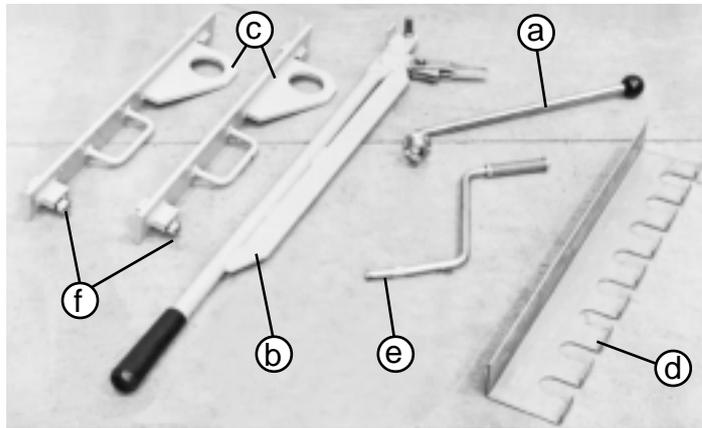
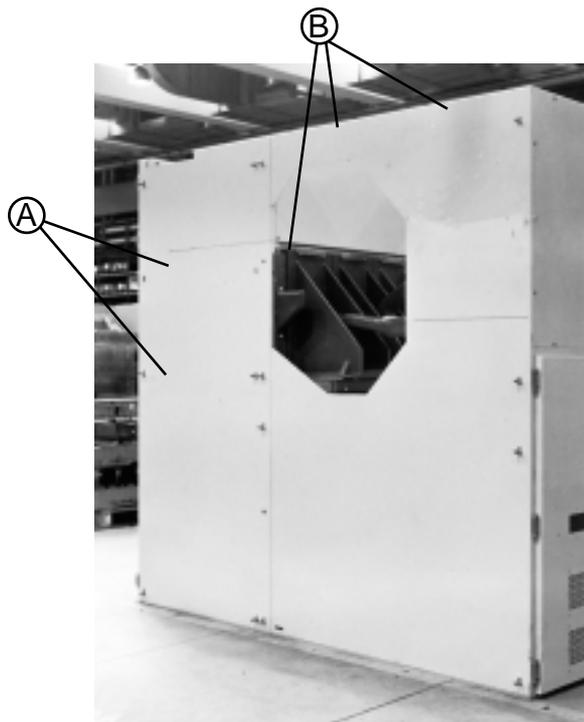

Fig. 8
Fig. 9
1.5 Accessoires de fourniture normale (fig. 8) (quantité sur demande)
1.5 Accessories supplied as standard (fig. 8) (quantity on request)
- 1) Insérer les oeillets de soulèvement spécialement prévus (c - fig. 8) dans les fentes marquées par les plaquettes autoadhésives (A - fig. 9).
- 2) Empêcher aux oeillets de glisser en les maintenant poussés vers le haut et en serrant la vis de positionnement (f - fig. 8).
- 1) Insert the special lifting eyebolts (c - fig. 8) in the slots marked with self-adhesive labels (A - fig. 9)
- 2) Prevent the eyebolts from slipping out by keeping them pushed upwards and by tightening the positioning screw (f - fig. 8).
Pour faciliter les opérations de déplacement et d'accouplement des cellules à l'intérieur du local, extraire le disjoncteur et le mettre de côté. Boulonner les cellules entre elles aux points indiqués (B - fig. 9).
To facilitate the operations for moving and coupling the cubicles inside the room, rack the circuit-breaker out and put it aside. Bolt the cubicles together at the points shown (B - fig. 9).